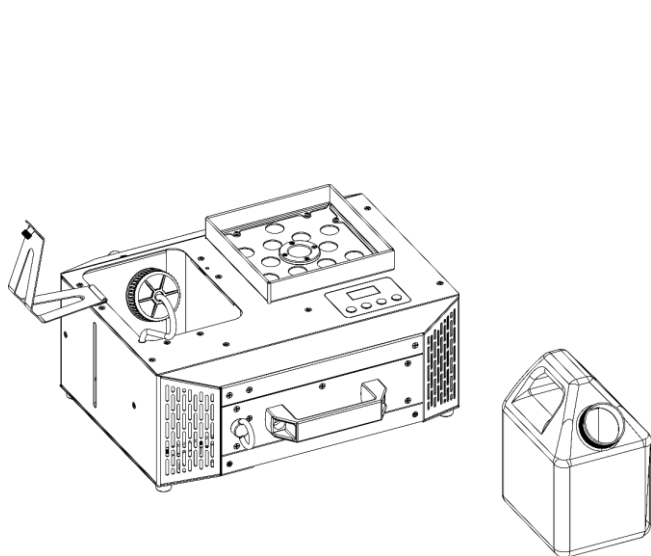

Abb. 42
- 06) Stellen Sie den **Flüssigkeitstank (02)** auf eine ebene Fläche in der Nähe des Geräts, wie in Abb. 42 gezeigt.